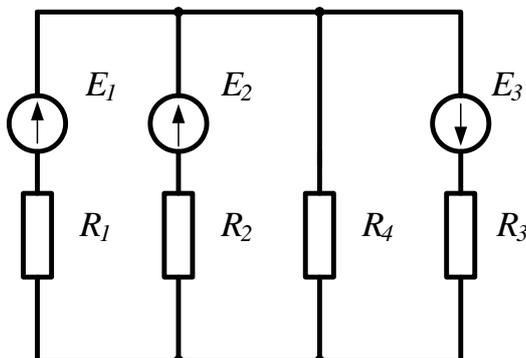

Рисунок 30
**Задача 31.** В цепи (рис.30) ЭДС источников равны  $E_1=160\text{В}$ ,  $E_2=220\text{В}$ ,  $E_3=80\text{В}$ , а сопротивления ветвей соответственно  $R_1=2\text{Ом}$ ,  $R_2=4\text{Ом}$ ,  $R_3=1\text{Ом}$ ,  $R_4=6\text{Ом}$ . Определить токи в ветвях цепи и режим работы каждого из источников. Составить баланс мощностей. Задачу решить методом узлового напряжения.